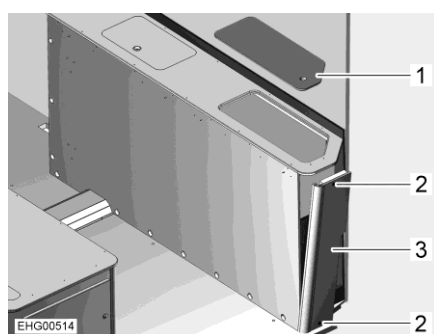

Fig. 109 Cassone letto a destra
- Rimuovere il coperchio di servizio (Fig. 109,1).
- Svitare le 2 viti (Fig. 109,2).
- Accedere al cassone letto dall'alto e spingere leggermente il pannello laterale (Fig. 109,3) verso l'esterno.